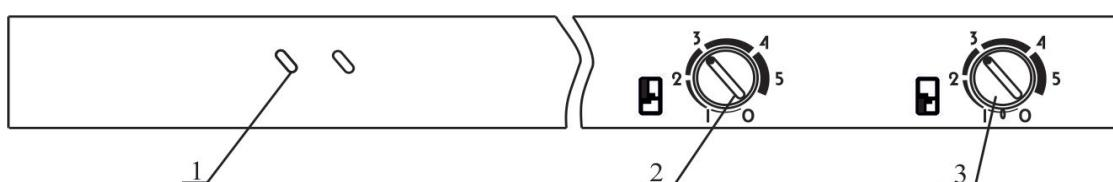

Рис.2 Схема расположения элементов управления и сигнализации
6.2 Подключение морозильника к электрической сети осуществляется штепсельной вилкой сетевого шнура (не рекомендуется тянуть за сетевой шнур). В момент пуска и остановки моторкомпрессора возможно незначительное содрогание корпуса морозильника. Желтая индикаторная лампа 1 (рис.2) горит при работе морозильника в режиме замораживания. Индикаторная лампа загорается в течение 10 секунд.